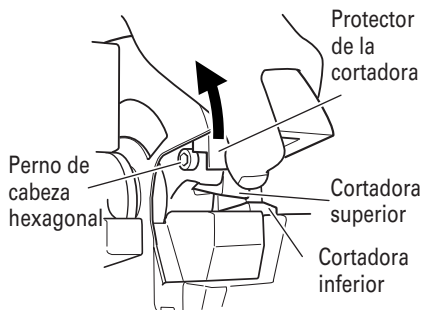

Fig. 10
- (1) Tire ligeramente del interruptor y deje que la cortadora superior se mueva lentamente. Cuando el perno de cabeza hexagonal que fija a la cortadora superior salga de la cubierta de leva, desconecte el interruptor y detenga el motor.
- (2) Desenchufe el cable de alimentación del tomacorriente.
- Si saca el perno de cabeza hexagonal con la llave Allen suministrada, podrá desmontar la cortadora. (Si empuja el protector de la cortadora hacia arriba en la dirección de la flecha indicada en la Fig.10, se facilitará el desmontaje de la cortadora superior).
- Sacando el perno de cabeza hexagonal con la llave Allen suministrada, podrá desmontar la cortadora. (Si empuja el protector de la cortadora hacia arriba en la dirección de la flecha indicada en la Fig. 10, se facilitará el desmontaje de la cortadora superior).
- Cuando doble varias varillas al mismo tiempo, asegúrese de colocarlas horizontalmente y con cuidado, pues se podrían desprender y salir despedidas con fuerza del rodillo de dobladura. (Fig.10)